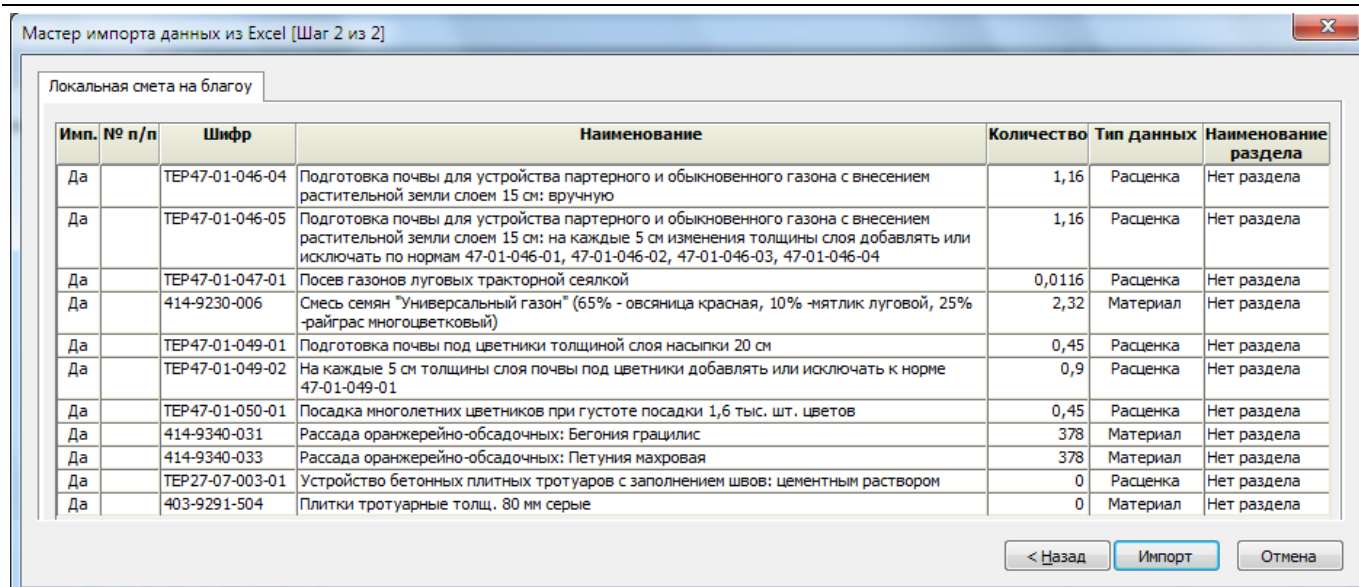

Рис. 7.6 Диалоговое окно Мастер импорта из Excel (шаг 2)
4. На втором шаге мастера (рис. 7.6) представлен список позиций, доступных для добавления в форму, для которых имеется возможность задать следующие параметры: